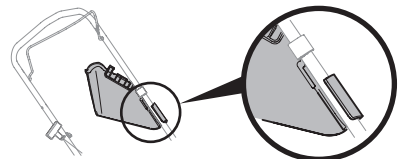

Figura 14
**NOTA:** Algunas tolvas de descarga incluyen un sujetador para asegurar la tolva de descarga a la manija. Si se incluye, la tolva de descarga lateral puede asegurarse a la manija cuando no está en uso (Figura 14).